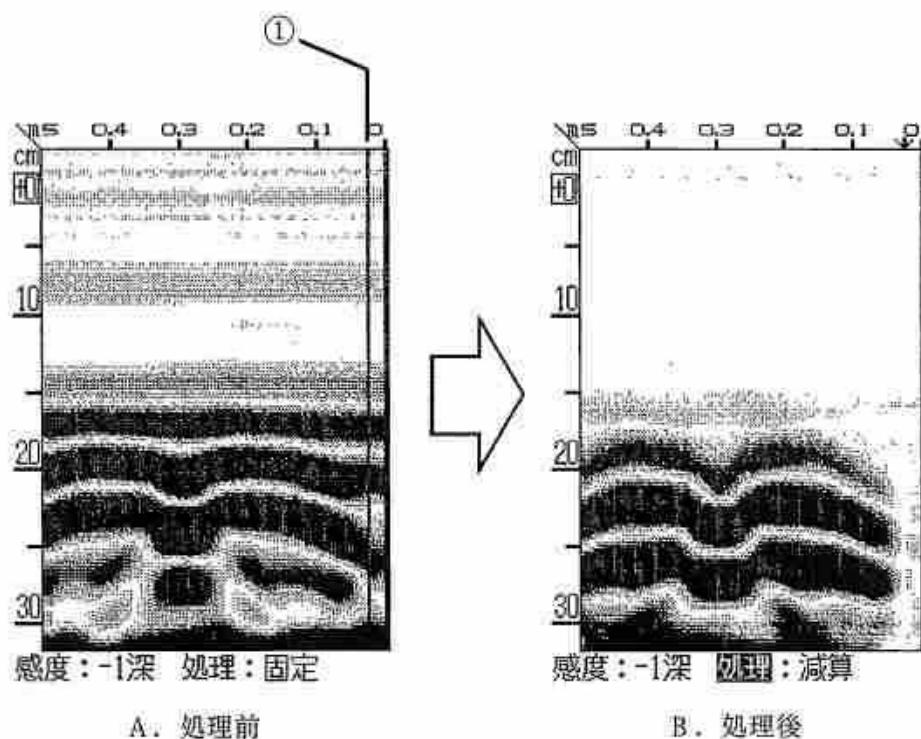

図3-19 減算処理
減算処理は、測定終了後の画面で、図3-19のAのように高深度領域の横縞状の反射波を取り除くために使用します。
- c) カーソルキー◀▶により無筋の所(図3-19のAの①)にカーソルを移動させ、反射波を選択します。
- d) [5]実行を押すことにより、カーソル位置の反射波により減算処理が行われます。このときカーソルのあった位置に“↓”が表示されます。(図3-19のB参照)